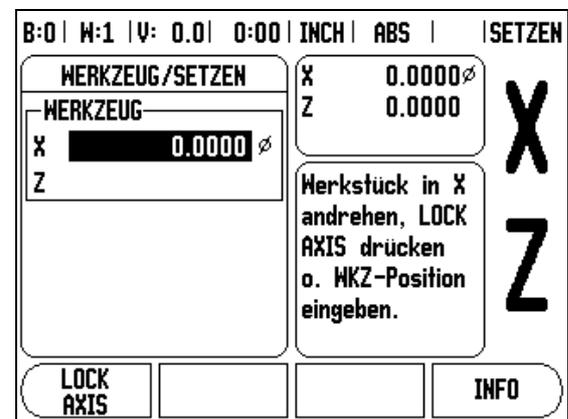

Abb. I.24 Eingabemaske WERKZEUG/SETZEN
Softkey **WERKZEUG** drücken. Werkzeug wählen und mit **ENTER** bestätigen. Achse wählen (X). Werkstück mit bekanntem Durchmesser in der X-Achse andrehen. Softkey **LOCK AXIS** drücken, während das Werkzeug noch im Einsatz ist. Freifahren. Spindel abschalten und Durchmesser des Werkstücks messen. Gemessenen Wert eingeben und **ENTER** drücken. Siehe Abb. I.24